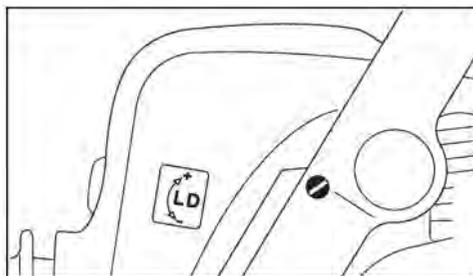

Рис. 55
- Повернуть болт для регулировки числа оборотов в режиме холостого хода (рис. 55, поз. LD) против часовой стрелки до ощущения плотной посадки (левая резьба), затем повернуть на 2 поворота по часовой стрелке (стандартная регулировка LD=2)
- С помощью болта для регулировки числа оборотов в режиме холостого хода (рис. 55, поз. LD) правильно отрегулировать режим холостого хода: пыльная цепь не должна двигаться
- Болт для регулировки числа оборотов в режиме холостого хода (рис. 55, поз. LD) поворачивать по часовой стрелке до тех пор, пока пильная цепь не начнет двигаться – затем повернуть назад на 1/2 оборота
- Болт для регулировки числа оборотов в режиме холостого хода (рис. 55, поз. LD) медленно поворачивать против часовой стрелки до тех пор, пока пильная цепь не остановится – потом повернуть на 1/2 оборота дальше в том же направлении